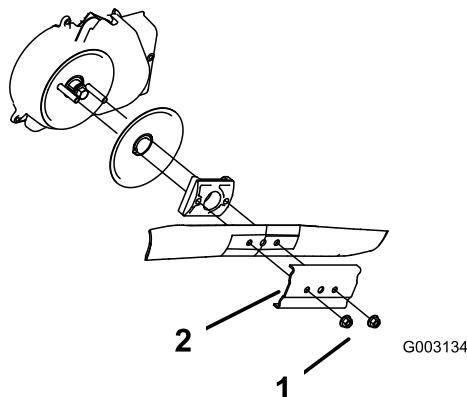

Рисунок 35
3. Отверните 2 гайки крепления ножа и прижим (Рисунок 35).
4. Извлеките нож (Рисунок 35).
5. Установите новый нож (Рисунок 35).